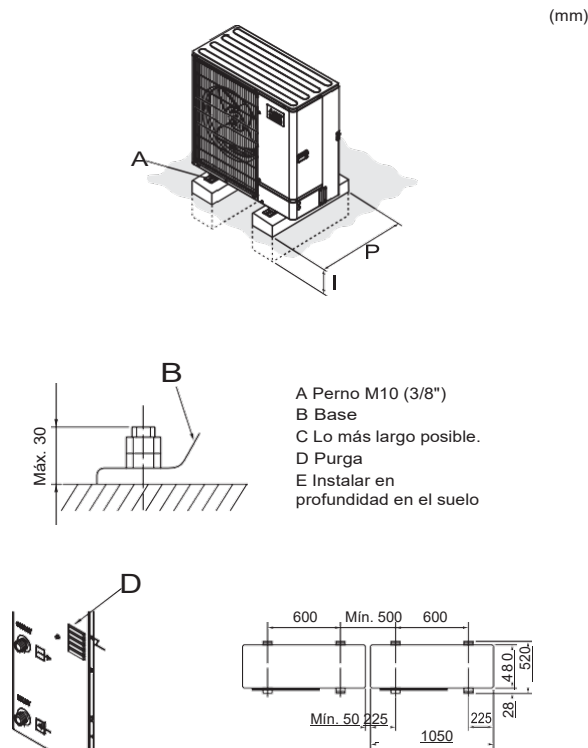

Fig. 3-1
- Asegurarse de instalar la unidad en una superficie resistente y nivelada para evitar ruidos de traqueteo durante el funcionamiento. (Fig. 3-1)